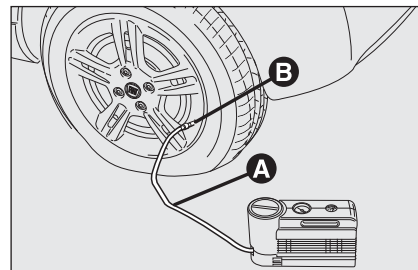

fig. 9
- ❑ **Accione el freno de mano.** Afloje el capuchón de la válvula del neumático, saque el tubo flexible de llenado **A**-fig. 9 y enrosque la tuerca **B** en la válvula del neumático;